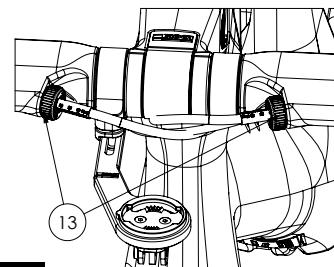

Fig. 16
3 / Posiziona la guaina nel tensionatore del freno ⑬ (Fig.16) (vedi istruzioni manubrio ADH 2).